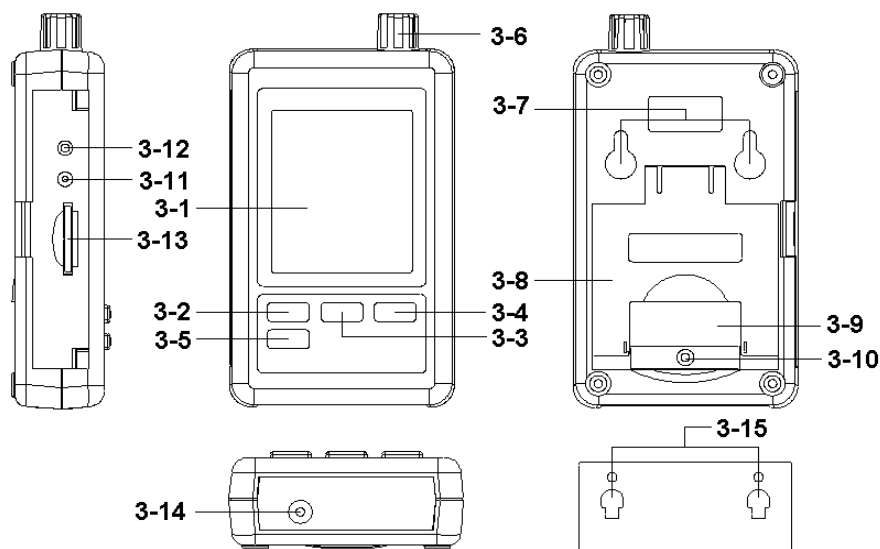

Fig. 1
- * lâchez les vis du couvercle de la batterie (3-10, Fig. 1) et retirez le "Couvercle de la batterie" (3-9, Fig. 1) du mesureur.
2) L' "écran" (3-1, Fig. 1) indiquera l'humidité et la température ainsi que la valeur du baromètre. (3-6, Fig. 1).
Préparez une "carte de mémoire SD" (1 GB jusqu'à 16 GB, optionnel), insérez la carte SD dans la fente de la carte (3-13, Fig. 1) avec la direction correcte.
Appuyez sur la touche " Logger" (3-2, Fig. 1) > 2 secondes sans cesse jusqu'à ce que sur l'écran apparaisse l'indicateur « ENREGISTREUR DE DONNÉES", lâchez la touche " Logger " (3-2, Fig. 1), et les données de mesure avec l'information du temps se gardent dans la mémoire du circuit.
Pendant la fonction de l'enregistreur de données (l'écran indique l'indicateur "Enregistreur de données"), appuyez sur la touche Logger (3-2, Fig. 1) > sans cesse pendant deux secondes jusqu'à ce que l'indicateur de l'écran " ENREGISTREUR DE DONNÉES " disparaisse, lâchez la touche "Logger" pour terminer avec la fonction de l'enregistreur de données.
Appuyez sur la touche " Temps " (3-3, Fig. 1) > sans cesse pendant 2 secondes et l'écran LCD indiquera l'information de l'année / Mois/ Jour, Heure/ Minute/ Seconde et la valeur de l'échantillon.
1) Après avoir exécuté la fonction de Data logger, retirez la carte SD de la "fente de la carte" (3-13, Fig. 1).